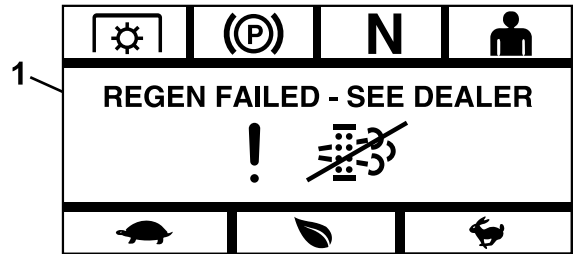

Figura 19
- **Fallida** – si la UCE del motor determina que no es posible realizar una regeneración de recuperación, el módulo muestra la pantalla Regeneración fallida – Consultar al concesionario (Figura 19). Lleve la máquina a un Servicio Técnico Autorizado.